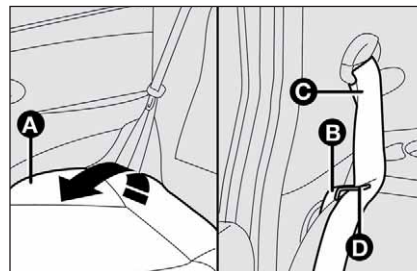

fig. 117
- ☐ verifique que cada una de las cintas **C-fig. 117** de los cinturones de seguridad laterales estén dentro de las respectivas lengüetas del cinturón del conductor **D**;
- ☐ levantar el cojín **A fig. 117** como se ilustra en la figura;
- ☐ desenganchar el respaldo, moviendo las palancas **B fig. 117** luego volcarlo hacia adelante de manera de obtener un único plano de carga;